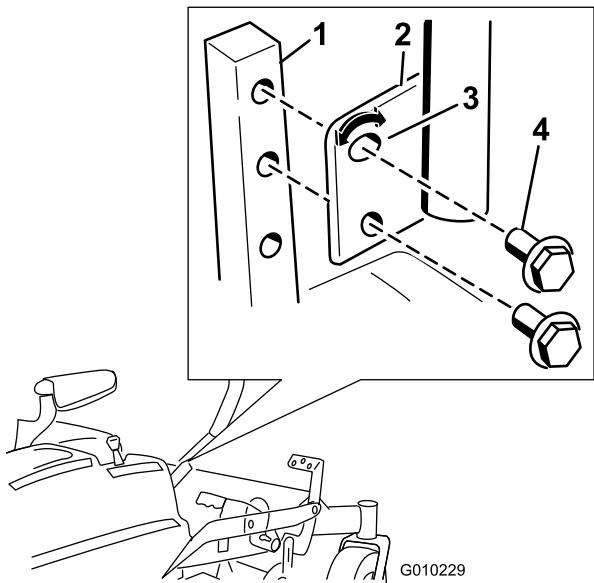

Figura 28
1. Togliete i due bulloni che fissano la leva di comando all'albero del braccio di controllo (Figura 28).
- Spostate la leva di comando nella serie di fori successiva. Fissate la leva con i due bulloni (Figura 28)
- Allentate il bullone inferiore appena a sufficienza per ruotare la leva di controllo in avanti o all'indietro (Figura 28). Serrate entrambi i bulloni per fissare il controllo nella nuova posizione.